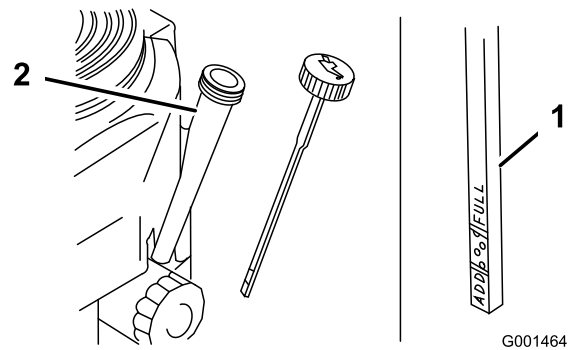

Figura 27
4. Limpie alrededor de la varilla de aceite (Figura 27) para impedir que caiga suciedad por el orificio de llenado y cause daños en el motor.
5. Desenrosque la varilla de aceite y limpie el extremo (Figura 27).
6. Deslice la varilla a fondo en el tubo de llenado, pero no la enrosque en el tubo (Figura 27).
8. Vierta lentamente un 80% aproximadamente de la cantidad especificada de aceite por el tubo de llenado (Figura 27).